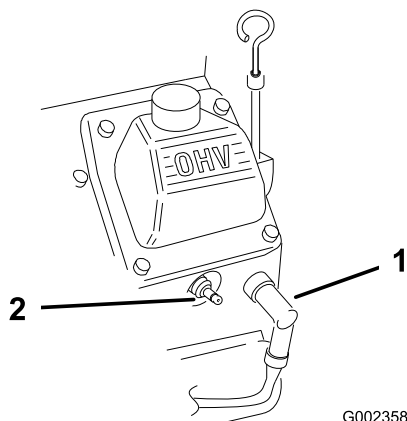

Рисунок 21
2. Отсоедините провода от свечей зажигания (Рисунок 21).